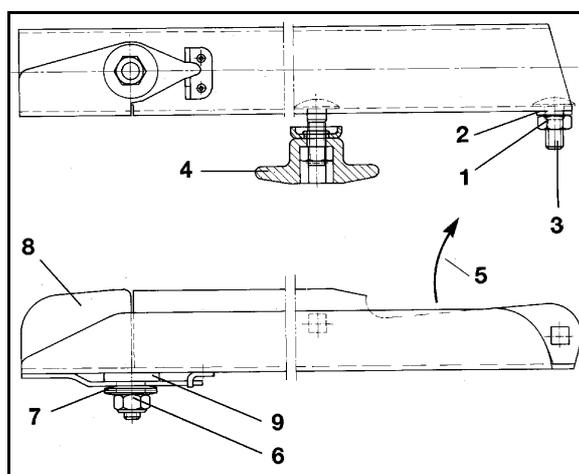

Fig. 80
1. Aflojar la tuerca autofijante (de latón CuZn) (Fig. 80/6) y extraerla con el muelle de ballesta (Fig. 80/7).
2. Cambiar la aleta oscilante (Fig. 80/8)..
Tener cuidado con la arandela de plástico (Fig. 80/9) entre la paleta y la aleta oscilante.
4. Apriete la tuerca autoblocante (Fig. 80/6) con un par de 6-7 Nm, de forma que la aleta oscilante se pueda mover con la mano, pero que durante su aplicación no se gire hacia arriba por sí sola.